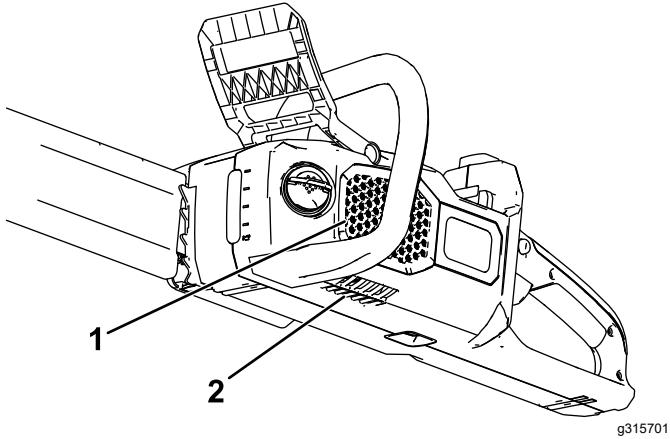

Figura 6
- Certifique-se de que a ventilações na motosserra não têm sujidade nem detritos (Figura 6).